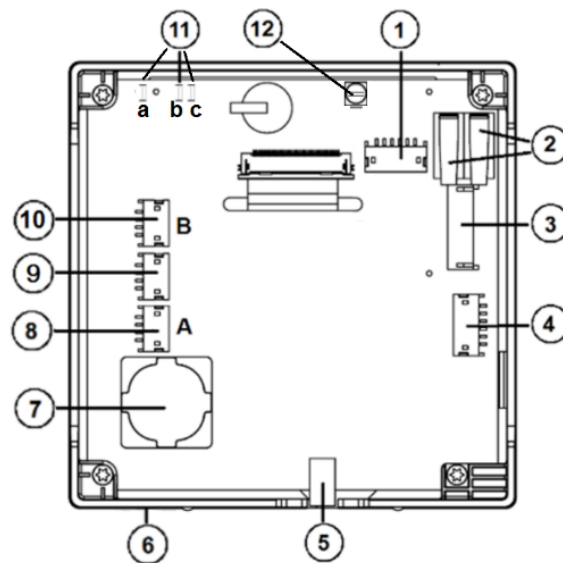

Abb. 27: Anschlüsse Bedieneinheit
7. Verbinden Sie gegebenenfalls das Kabel von TwinIP small mit JST-Anschluss 1 (siehe Abb. 27: Anschlüsse Bedieneinheit) auf der Platine von QPad. Verbinden Sie ggf. weitere Erweiterungen. Achten Sie auf korrekten Sitz der Stecker.